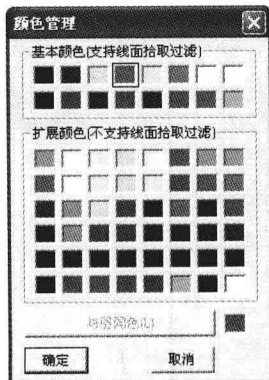
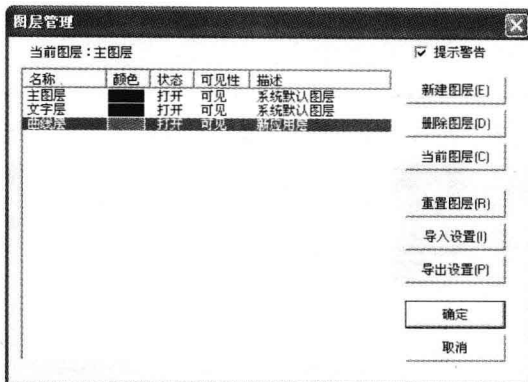

图1-11 “颜色管理”对话框
图1-12 修改颜色
④ 双击“曲线层”的颜色框，弹出如图1-11所示的“颜色管理”对话框，选择该层的颜色为“红色”，单击确定完成，结果如图1-12所示。